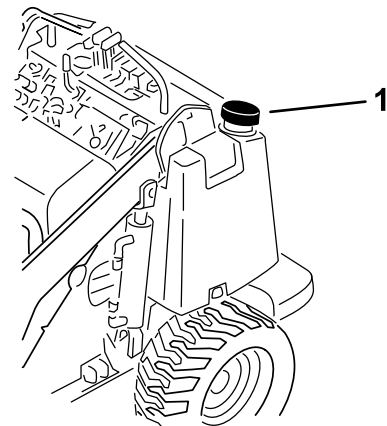

Figura 11
3. Pulite l'area attorno al tappo del serbatoio del carburante e rimuovetela (Figura 11).